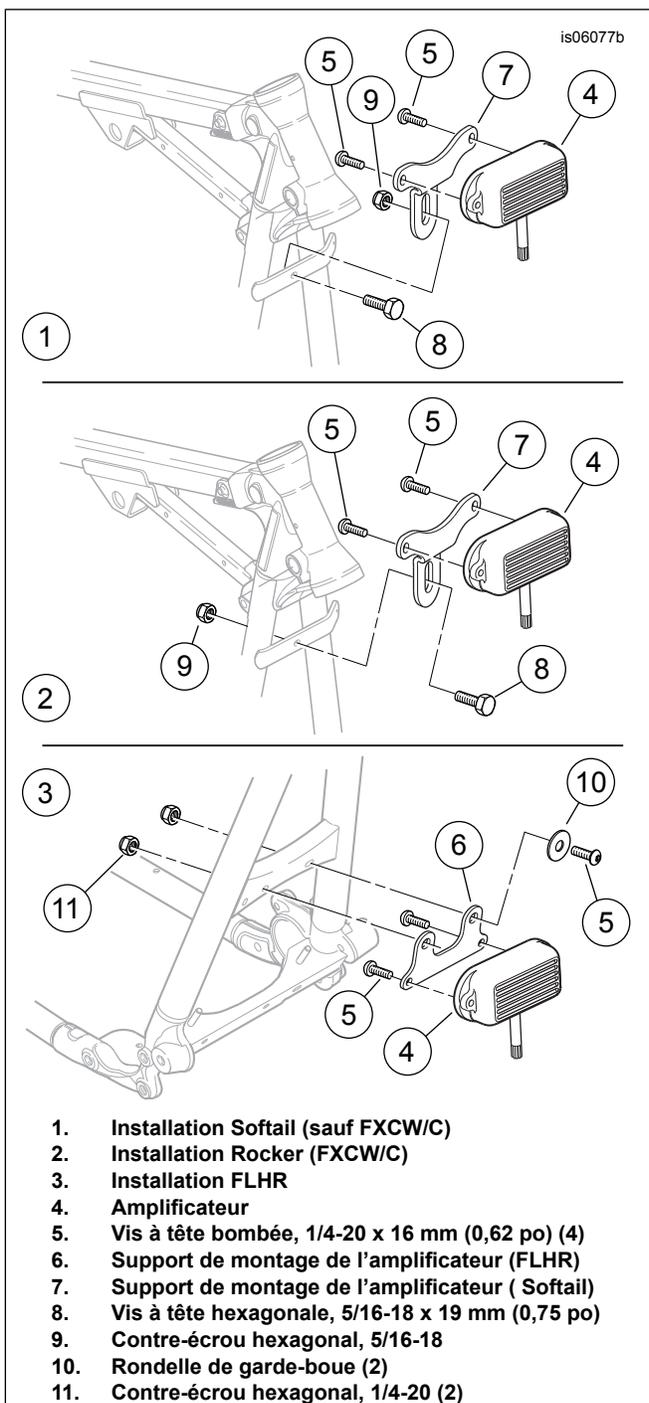

Figure 1. Installation de l'amplificateur et du support
2. Voir Figure 1. Installer l'amplificateur (4, portion de l'ensemble de faisceau de fils) sur le support avec les vis (5) et serrer à un couple de 7,4 N·m (65 in-lbs).